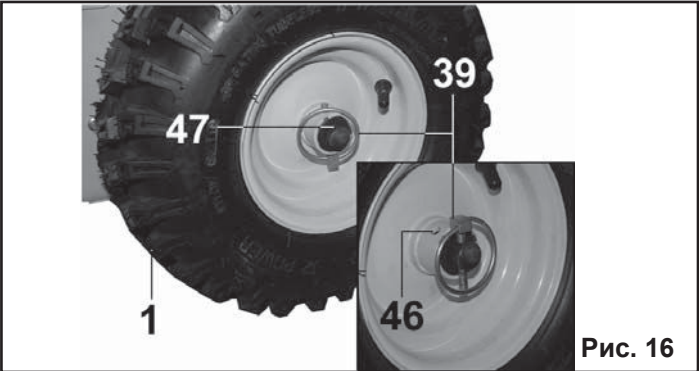

Рис. 16
7.2. Разблокировка колес (Рис.16).
но разблокировать (см. Рис.16).